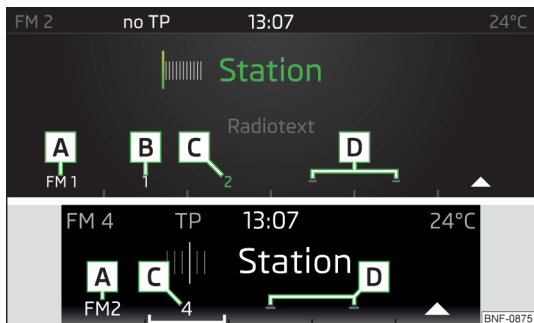

Fig. 102
- Pentru memorarea postului, selectați grupa de memorii cu tasta funcțională **A** » fig. 102 și mențineți apăsată respectiva tastă de memorare posturi.
**Tastele de presetare posturi de radio pentru posturile preferate » fig. 102**